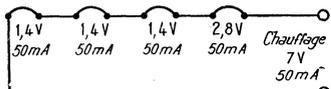

FIG. X-5
- b) tous les filaments en série. Attention ! Dans ce cas, il est capital que les intensités de chauffage de chaque tube soient identiques. Supposons que nous ayons 4 tubes présentant tous une intensité de chauffage de 50 mA, les trois premiers sous une tension de 1,4 V et le quatrième sous une tension de 2,8 V. Nous pouvons les grouper comme il est montré sur la figure X-5. La tension de chauffage sera de 7 volts et l'intensité demandée à la pile sera de 50 mA.